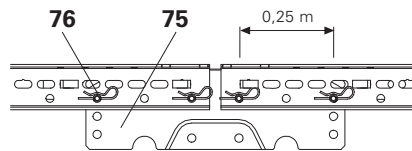

Fig. D2.02
A régua universal UK 70 (75) fixa-se com quatro cavilhas e grupilhas (76). (Fig. D2.02)